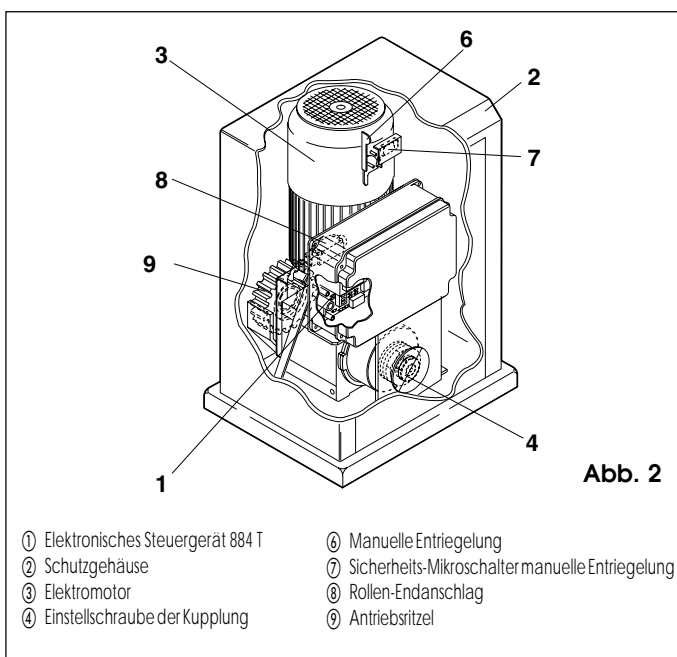
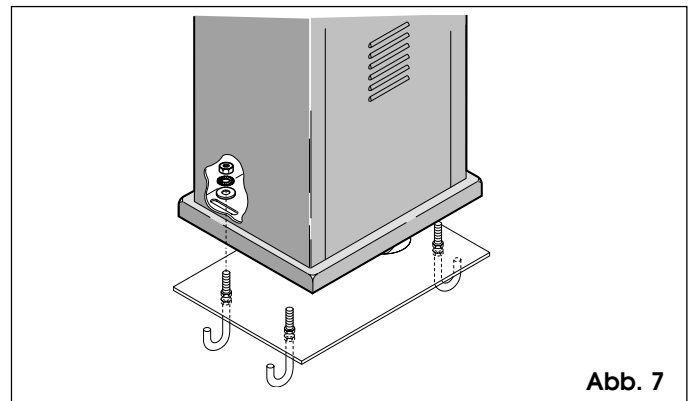

Abb. 2
Abb. 7
Platzbedarf LxHxT (mm)	s. Abb. 2
- 1) Das Schutzgehäuse (Abb. 2 Pos. 2) abnehmen und den Getriebemotor auf die Fundamentplatte setzen. Scheibe, Federring und Schraube dann andrehen, aber nicht festziehen, s. Abb. 7